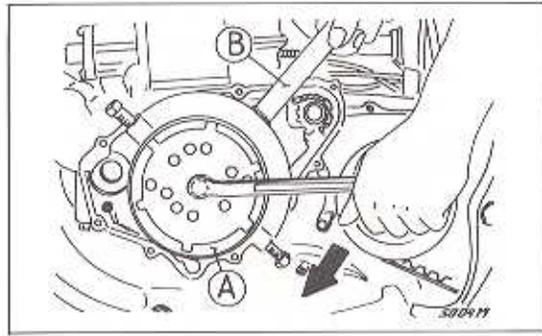

Bild 150
- Den Lichtmaschinenrotor mit dem Spezialwerkzeug 57001-308 festhalten und die zentrale Halteschraube mit **Linksgewinde** lösen (Bild 150).